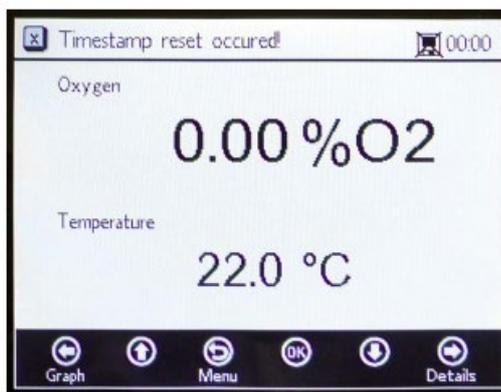

Figura 13. Avviso: reset della marcatura oraria
► Se si disabilita l'alimentazione all'analizzatore, al riavvio data e ora sono impostate su 0. Un messaggio di avviso appare nella barra di stato come illustrato in Figura 13.